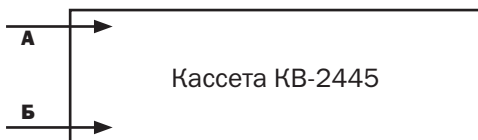

Рисунок 2
- 2** Вариант ввода ОМ (ОВ) на кассету показан на схеме (рисунок 2).